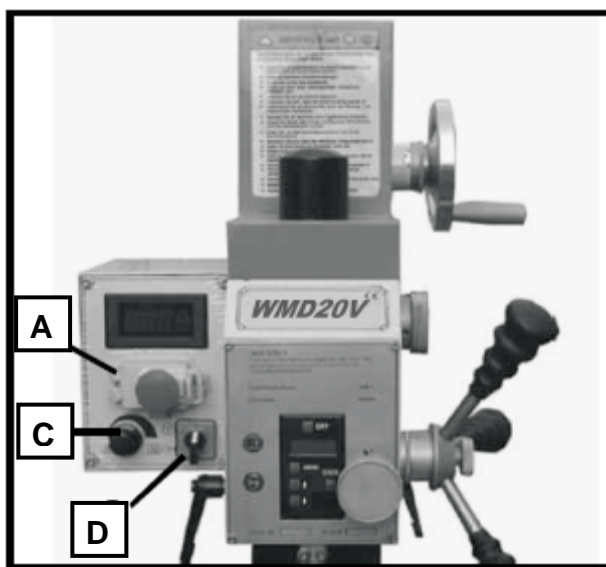

Рисунок 10.
При включении станка необходимо установить переключатель в положение F или R (зависит от стороны вращения шпинделя). Следующим этапом выбирается диапазон частот вращения шпинделя при помощи ручки на боковой панели шпиндельной головки. Для включения двигателя шпинделя, необходимо нажать кнопку «Пуск» (рисунок 10, E). Двигатель шпинделя начнет вращение с заданной скоростью и в заданном направлении. «Фильтр» подключает индикацию оборотов шпинделя и датчик контроля скорости вращения шпинделя. Управление скоростью вращения шпинделя осуществляется посредством «Платы управления скоростью». Останов двигателя шпинделя происходит нажатием кнопки (рисунок 10, A) «Стоп».
8.2.1. Аварийный останов (Рисунок 10, А).
Поворотом регулятора (Рисунок 10, С) по часовой стрелке происходит увеличение скорости вращения шпинделя, при повороте против часовой стрелки – уменьшение скорости вращения шпинделя. При остановке станка она должна быть в нулевом положении. Запускать станок также разрешается только при ручке контроля скорости в нулевом положении.
Изменение положения этого выключателя приводит к изменению направления вращения двигателя. F – прямое, R – обратное (Рисунок 10, D).